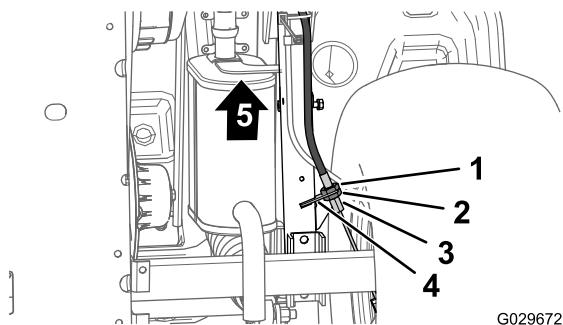

Figura 62
- Sulla parte inferiore della macchina, allentate di 5 giri il controdado posteriore per il regolatore filettato del cavo del freno di stazionamento (Figura 62).
- Serrate il controdado anteriore (Figura 62).
- Allentate di 1 giro il controdado anteriore (Figura 62) per il regolatore filettato del cavo del freno di stazionamento.
- Serrate il controdado posteriore (Figura 62).
- Allentate di 1 giro il controdado posteriore (Figura 62) per il regolatore filettato del cavo del freno di stazionamento.